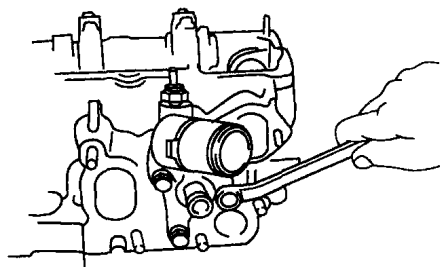

图 1-22 拆下冷却液出口和垫片
(5) 旋下 3 个螺栓，如图 1-22 所示，拆下冷却液出口和垫片。